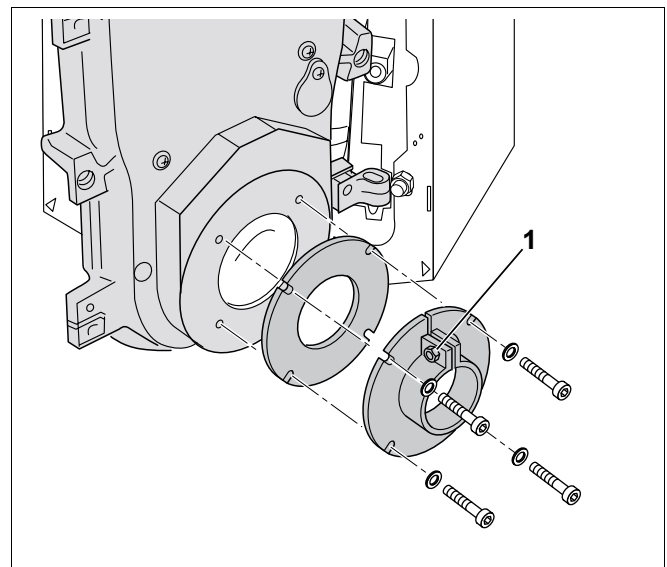

Рис. 6 Установка фланца и уплотнения на отопительный котел
- Установить горелку, фланец и уплотнение и закрепить прилагающимися болтами (рис. 6).
- Затянуть стяжной болт фланца (рис. 6, поз. 1).